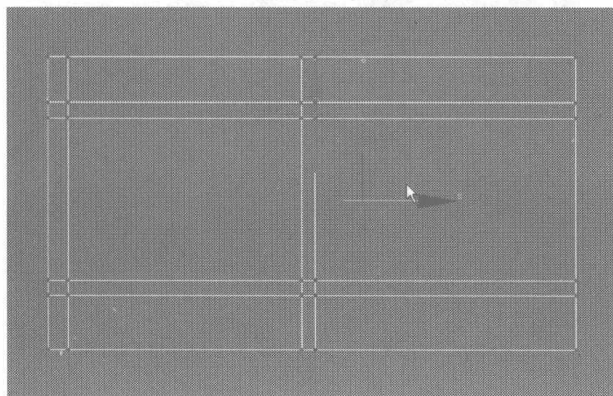
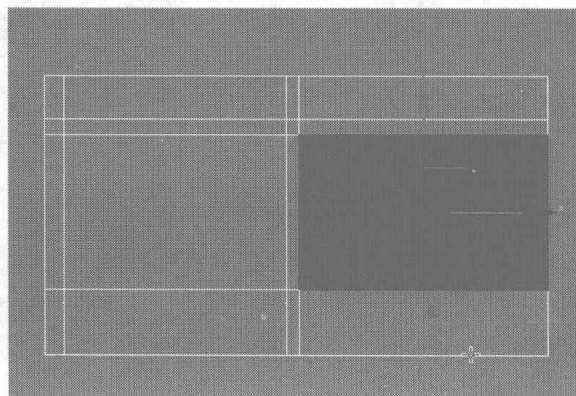
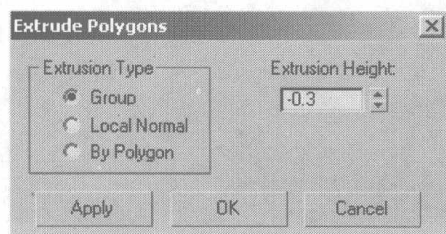
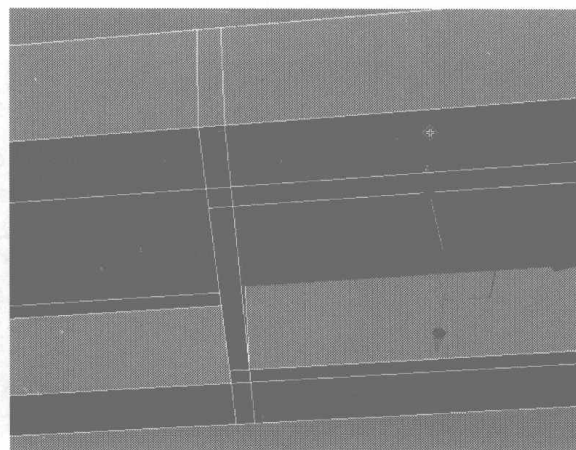

图 4.370
图 4.371
图 4.372
图 4.373
- 35** 在 Bottom 视图添加、调整如图 4.370 所示的细分线，再选择如图 4.371 所示的面，在 Edit Polygons 卷展栏中单击 **Extrude** 右侧的小按钮，在弹出的对话框中设置挤压参数，如图 4.372 所示，沿 Z 轴向内移动拉伸该面，效果如图 4.373 所示。